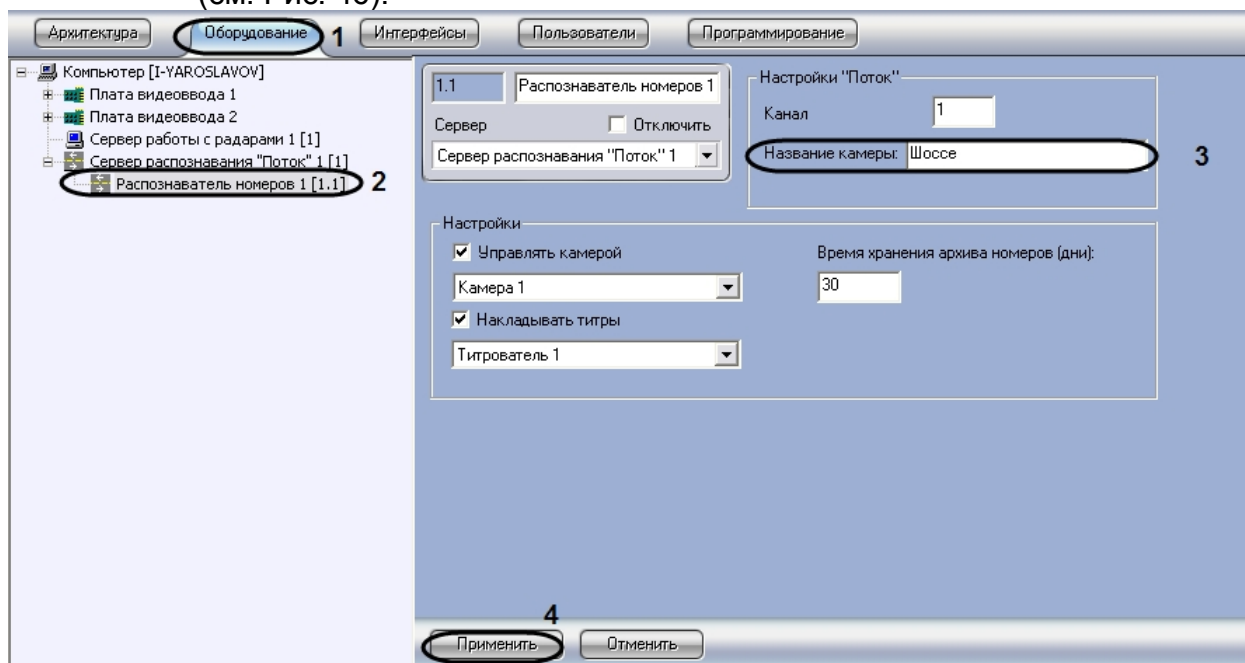

Рис. 46. Указание названия камеры, работающей совместно с программным модулем «Поток»
2. В дереве объектов на вкладке «Оборудование» выбрать объект «Распознаватель номеров», соответствующий настраиваемому программному модулю «Поток». В правой части вкладки «Оборудование» отобразится панель настройки выбранного объекта (см. Рис. 46).